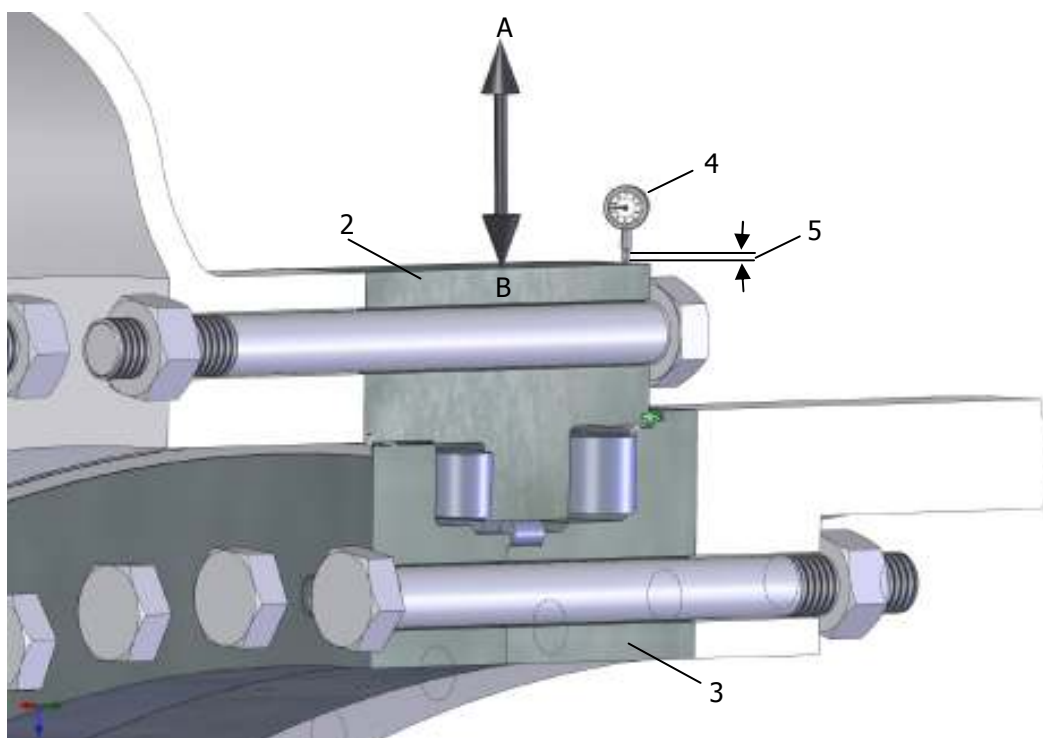

Fig. 28: Medición del juego radial
3. Fije el reloj de medir como se muestra en la Fig. 28.